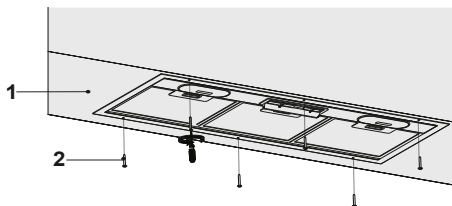

Figura 5
- Coloque o exaustor no armário de cozinha e encaixe o exaustor nos 6 orifícios de instalação perfurados anteriormente (Figura 5).